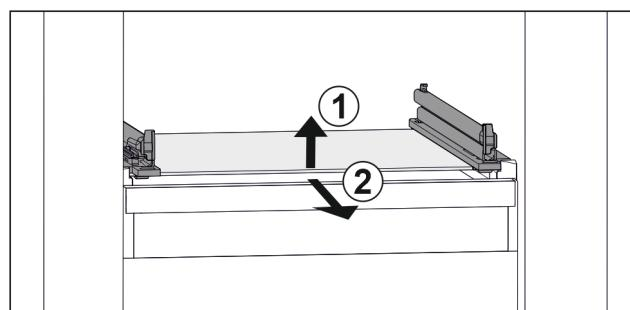

Fig. 46 Príklad zobrazenia sklenej dosky
- Nadvihnite sklenenú dosku vpred. Fig. 46 (1)
- Odoberte sklenenú dosku dopredu. Fig. 46 (2)